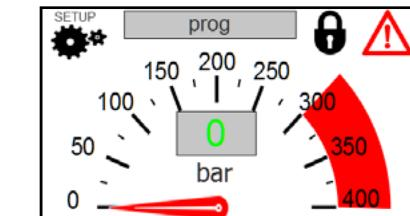
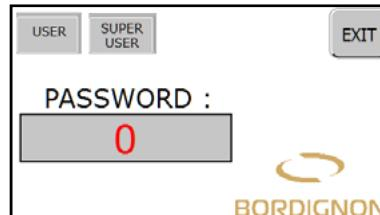

fig. 13
fig. 14
- Se il lucchetto sul display della pagina principale (fig. 13) risulta chiuso, premere sulla corrispondente icona  e digitare la password in uso per entrare in modalità SUPERUSER. L'icona SUPERUSER (fig. 14) diventerà verde.
- Sul display premere il logo Bordignon (fig. 14). Apparirà la pagina di impostazione password (fig. 15).